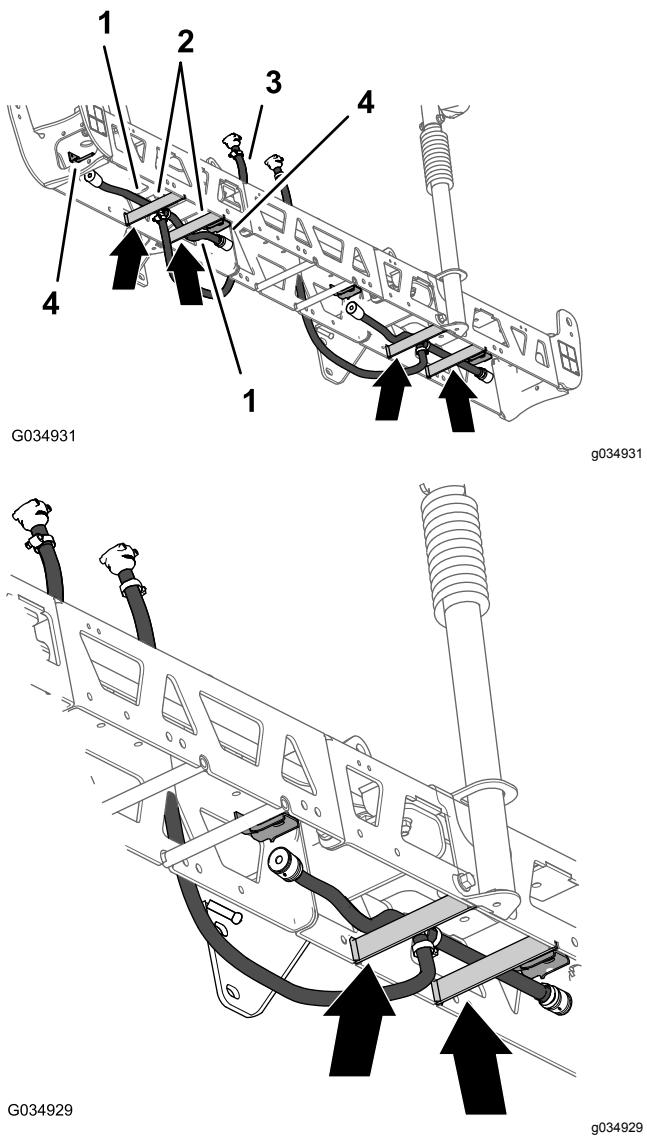
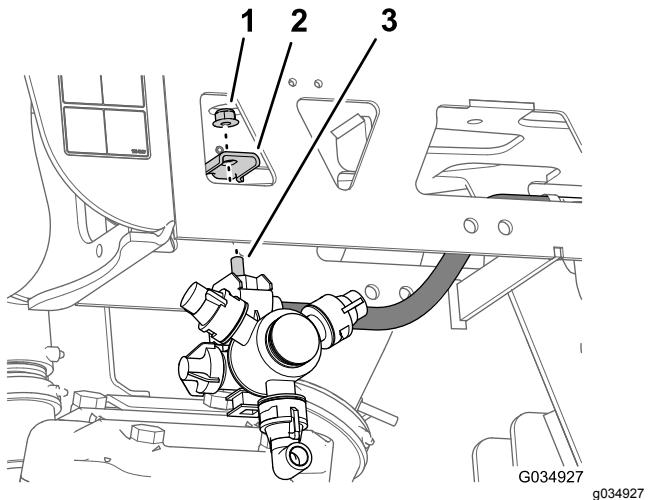

図 79
図 82
- ホース 13 mm 長さ 25 cm とバーブ付きホースシャンクを、外側トラスのブレースの間に通す図 79。
3. ホースとバーブ付きホースシャンクを、ト拉斯のブレースの上側に沿って、ブーム先端側のノズルマウントへ導く図 79。
4. もう1本のホース 13 mm 長さ 25 cm とバーブ付きホースシャンクを、内側ト拉斯のブレースの間に通す図 79。
5. ホースとバーブ付きホースシャンクを、ト拉斯のブレースの上側に沿って、ブームの根元側のノズルマウントへ導く図 79。
6. もう一方の外側ト拉斯のホースノズルアセンブリについても、ステップ 27 の作業を行う図 79 と図 82。
7. ホースとバーブ付きカップラ $13 \times 810 \text{ mm } \frac{1}{2}'' \times 32''$ を、センターブームの左右のサポートブラケット側へ導く図 79。
1. ノズルの六角ヘッドボルト5/16 x $\frac{3}{4}$ "をノズルマウント図82の穴に通してノズルをマウントに仮止めするステップ1または4123本ブーム用のノズルホースを取り外す(ページ29)で外したフランジロックナット5/16"を使用する。